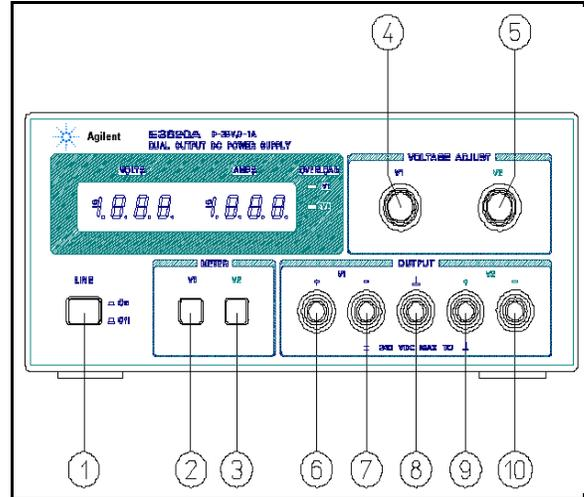

図 2. フロント・パネルの
本装置を「オン」にするには、「ライン」プッシュ・ボタン・スイッチ (①、図 2) を押します。「オフ」にするにはそのスイッチを離します (またはアウトの位置)。
次のステップでは、図 2 に示されたモデル E3620A のフロント・パネル・コントロールの使用方法を説明し、電源装置が動作するかを簡単にチェックします。本装置を受け取ってしてロード装置に接続するときには、このチェックアウト・プロシジャまたはサービス情報セクションの詳細な性能テストに従って行います。問題がなければ、サービス情報セクションに記載されている詳細な性能テストを開始します。